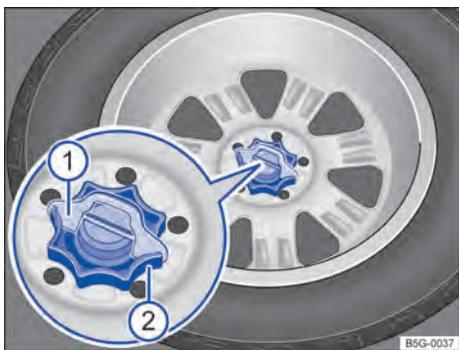

Fig. 236 No compartimento de bagagem: manípulo para fixação da roda sobressalente.
- Se necessário, retirar o calço de proteção contra giro → Fig. 236 ① puxando-o para cima.
- Girar totalmente o manípulo localizado no meio da roda sobressalente ② no sentido anti-horário, e remover a roda sobressalente.